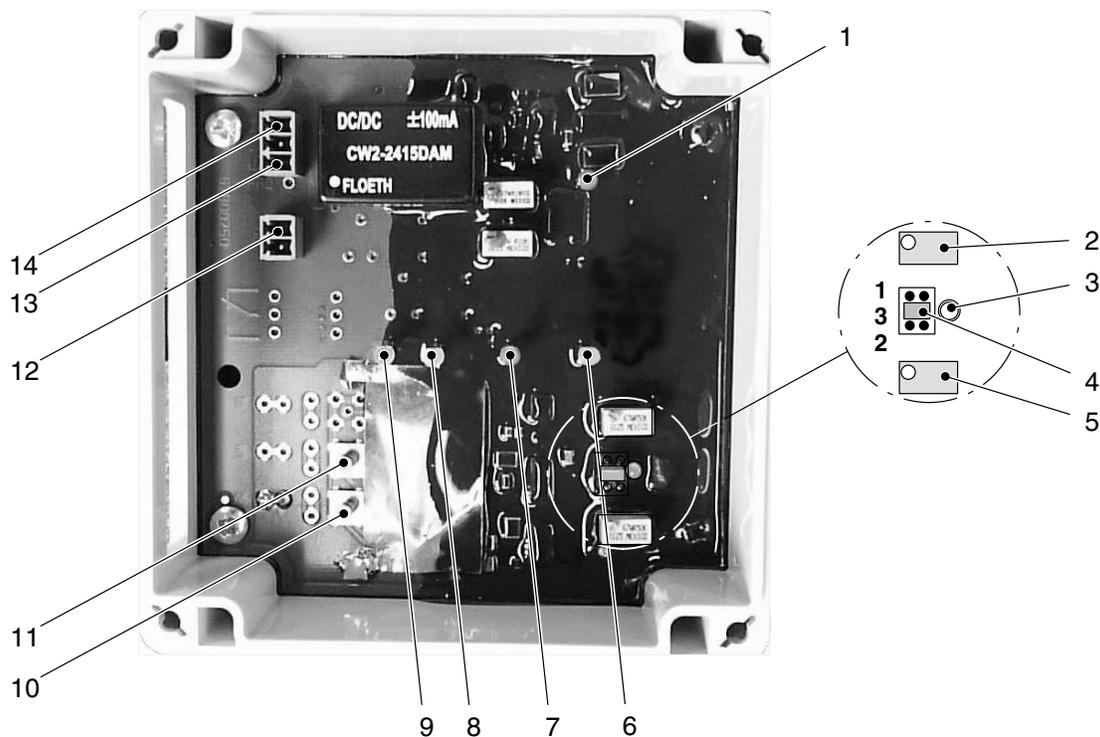

Fig. 6-15
CUIDADO: Quando realizar a calibração, não se aproxime das ligações coaxiais (10, 11, fig. 6-15) com as mãos nem com ferramentas condutoras, a fim de não falsificar o sinal.
- Tensão de serviço ligada (LED *Tensão de serviço* (1, fig. 6-15) está aceso).
NOTA: O LED *Zona de medição de referência* (9, fig. 6-15) acende-se, assim que a zona de medição de referência (zona entre a zona inferior inativa e a gama de medição do sensor) estiver coberta por material.